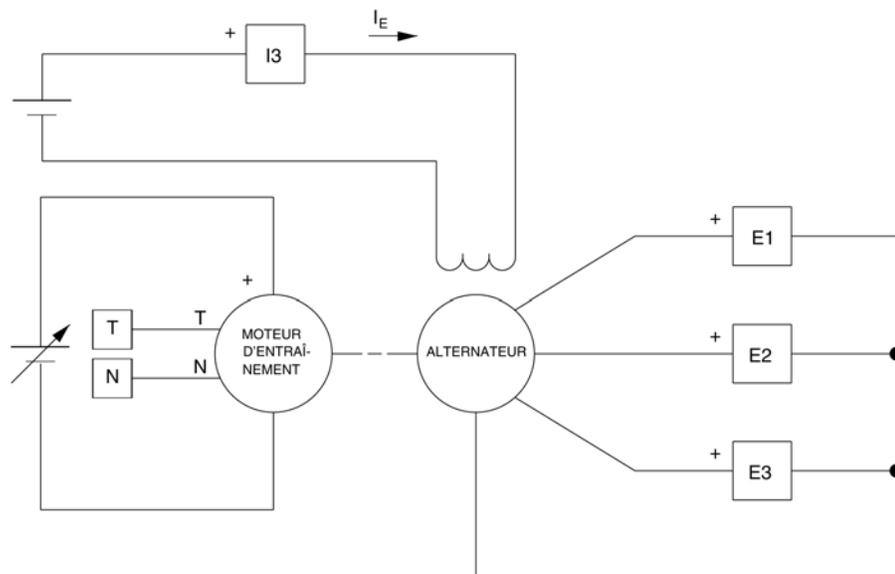

Figure 6-2. Alternateur couplé à un moteur d'entraînement. Alternateur tournant à vide.
Dans la première partie de cette expérience, vous allez monter l'équipement dans le Poste de travail, raccorder l'équipement comme à la figure 6-2 et effectuer les réglages appropriés sur le module Moteur d'entraînement / Dynamomètre.
- 5. Raccordez l'équipement comme à la figure 6-2.